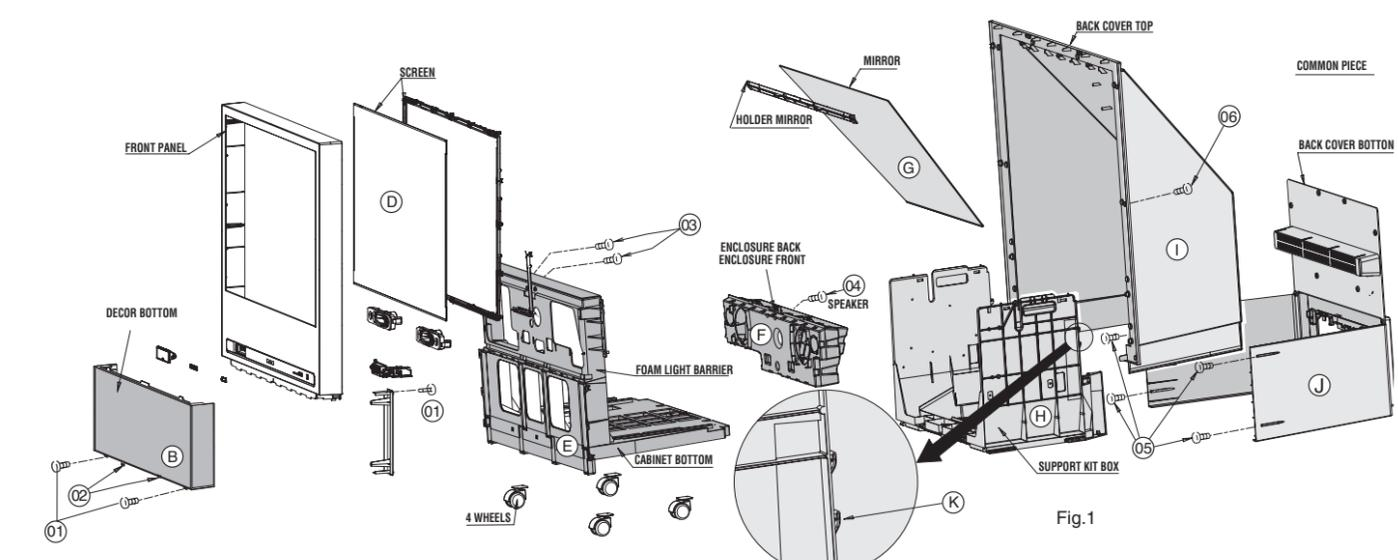
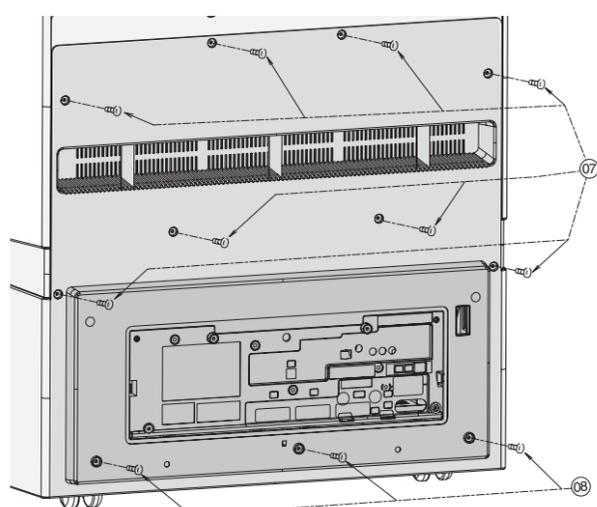
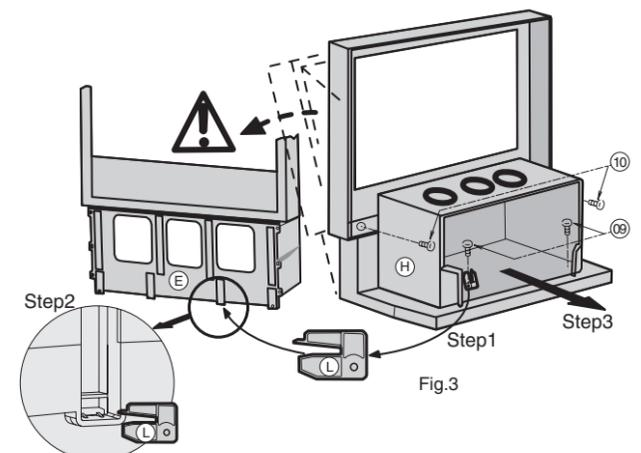
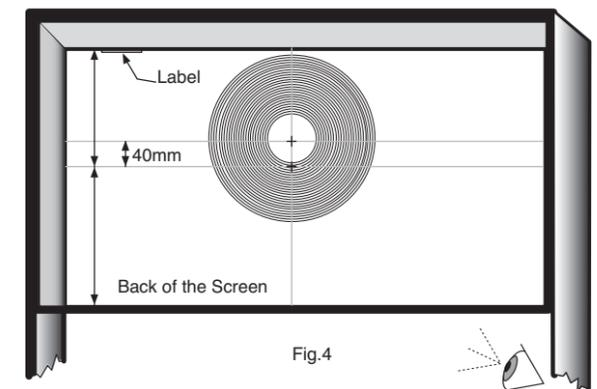

Fig.1
Fig.2
Fig.3
Fig.4
- Retirer les vis (01) (Fig. 1). Soulever à l'aide d'un tournevis les languettes inférieures de maintien (02). Puis déboîter le panneau de décoration (B).
- Retirer les quatre vis (05) (Fig.1) et les huit vis (07) (Fig.2) à l'arrière, qui relient les 2 caches haut et bas.
- Retirer ensuite les trois vis (08) (Fig.2) qui fixent le cache bas sur le socle.
- Oter le cache arrière bas (J) ( Fig.1).
- Retirer les vis (06).
- Soulever le cache arrière supérieur (I) (Fig.1) pour le dégager des crochets de maintien (K) (Fig.1) **Prendre garde de ne pas détériorer l'écran.**
- Retirer les vis de fixation (09) du KIT BOX (H) et récupérer lors de cette opération la pièce anti-basculade (L) à installer à l'avant de la façade - écran (E) comme indiqué en figure 3 avant de retirer le KIT BOX. Ceci pour éviter que l'ensemble "façade-écran" bascule vers l'avant et détériore l'écran.
- Déposer le KIT BOX (H).
- Retirer les deux vis de fixation (03) (de part et d'autre de la vis de fixation du coffret HP) et les deux vis (10) (Fig.3).
- Entfernen Sie die Schrauben (01) (Abb. 1). Entriegeln Sie durch Anheben mit einem Schraubendreher die Kunststoffhaken (2). Ziehen Sie die untere Frontabdeckung nach vorne ab.
- Entfernen Sie die vier Schrauben (5) (Abb. 1) und die acht Schrauben (07) (Abb. 2). Die letzteren befinden sich an der Geräterückseite und verbinden die untere Geräterückwand mit der oberen Geräterückwand.
- Entfernen Sie die drei Befestigungsschrauben (08) (Abb. 2), mit denen die Kitbox-Halterung an der unteren Geräterückwand befestigt ist.
- Entfernen Sie die untere Geräterückwand (J) (Abb. 1)
- Lösen Sie die Schrauben (6).
- Heben Sie die obere Gehäuserückwand (I) an, um Sie aus den Sicherungshaken (K) (Abb.1) zu lösen. **Achten Sie darauf, den Bildschirm nicht zu beschädigen.**
- Entfernen Sie die obere Gehäuserückwand (I).
- Entfernen Sie die Befestigungsschrauben (9) der Kitbox (H) (Abb. 3). Vor dem Herausziehen der Kitbox schrauben Sie den Stützwinkel (L) von der linken Seite des Chassis ab (Abb. 3, Step 1) und stecken ihn (wie in Abb. 3 (Step 2)) in die Öffnung im Gehäuseunterteil (E). Der Stützwinkel verhindert ein Kippen der Front-/Bildschirmeinheit nach vorne.
- Ziehen Sie die Kitbox (H) wie in Abb. 3 (Step 3) zunächst nur ein Stück heraus und lösen die Verbinder zur Frontverbinder-Platine und zum Netzschalter. Dann kann die Kitbox vollständig herausgezogen werden.
- Entfernen Sie die beiden Schrauben (03) (Abb. 1) neben den Lautsprecher-Befestigungsschrauben. Zusätzlich lösen Sie die Schrauben (10) (Abb. 3).
- Heben Sie die Front-/Bildschirmeinheit von vorne leicht an und ziehen Sie sie vor um die Einheit vom Gehäuseunterteil (E) zu trennen.
- Beim Zusammenbau führen Sie die acht Streifen (M) der Fronteinheit in die entsprechenden Löcher im Gehäuseunterteil ein.
- Achten Sie beim Einsetzen der Fresnellinse darauf, daß der Aufkleber auf der Linse nach oben links oder mittig nach oben zeigt (siehe Abb. 4).**
- Rimuovere le viti (01) (fig1).
- Sollevare con l'aiuto di un cacciavite le linguette di plastica (02). Poi estrarre la parte bassa della mascherina del pannello frontale (B)
- Rimuovere le 4 viti (05) (fig1) e le viti (07) (fig2) che fissano la parte bassa dello schienale localizzate posteriormente
- Rimuovere le 3 viti (08) (fig2)
- Rimuovere la copertura posteriore (J) (fig1)
- Rimuovere le viti (06) Sollevare la parte superiore dello schienale (I) (fig1) in modo da sganciarlo dai rispettivi fori (K) (fig1) **prestando attenzione di non rovinare lo schermo**
- Rimuovere la copertura posteriore (I).
- Rimuovere le viti di fissaggio (09) del Kit Box (H) (fig3). Rimuovere il supporto (L) del fianco sinistro frontale del chassis (fig3 step1)) prima di rimuovere il KIT BOX inserito nella parte bassa del mobile (E) come indicato in fig3. (step2). Questo evita che la parte frontale con il relativo schermo cada rovinando lo schermo. Estrarre il Kit Box (H) come mostrato in fig3 (step3).